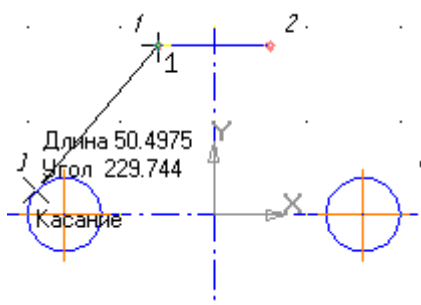

Рис. 13.
12. Построить боковые отрезки 1-3, 2-4, касательные к окружностям (рис.13), для этого:
- переместить курсор приблизительно в точку касания (точка 3) (рис.13);